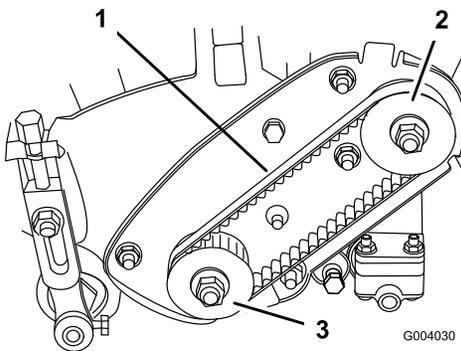

図 38
2. プーリ間の中央でベルト (図 38) を指で押して点検する。押す力は $1.8 \pm 0.5$  kg程度。4.8~7.9 mm 程度のたわみが出るのが適正である。たわみの量が適正でない場合は以下の手順へ進む。